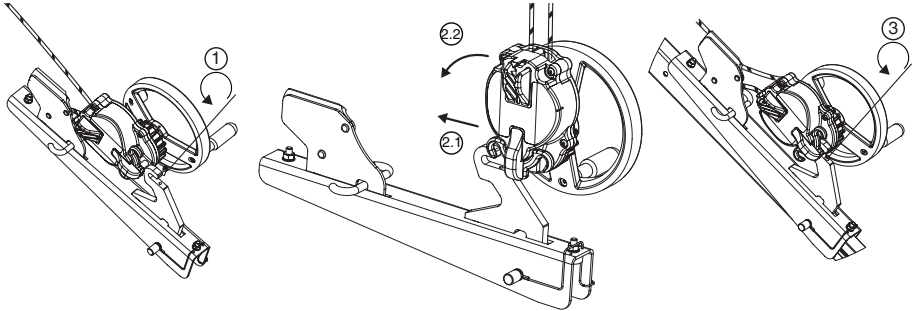

Fig. 8
6.3.4. derope™-toestel UP R (Fig. 8, 9 en 10)
Het derope™-toestel UP R moet op de poot van de trapcode drievoot van Tractel® bevestigd worden zoals aangegeven in Fig. 8. Elke andere bevestiging op een ander punt dan de trapcode drievoot van Tractel® is verboden.
1. Schroef de blokkeerschroef van de verankerhaak van de console voor het derope™-toestel UP R los (Fig. 8,1).
2. Plaats het derope™-toestel UP R op de verankerhaak (Fig. 8, 2.1 – 2.2).
3. Schroef de blokkeerschroef weer vast om te vermijden dat het toestel zich van de console losmaakt (Fig. 8, 3) en controleer op deze goed geplaatst en goed vastzit.